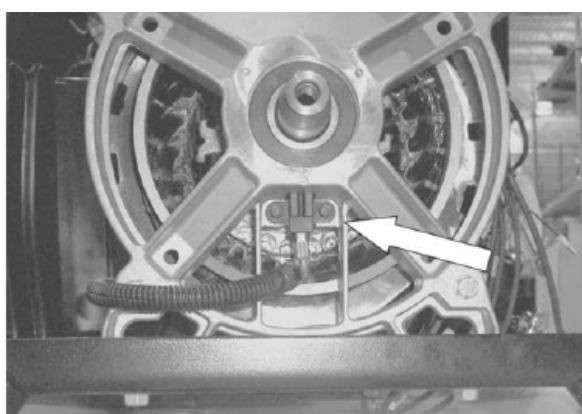

Рисунок 33.
10. Снять щетки: С помощью накидной головки 7 мм открутить щетки. Смотреть рисунок 33.